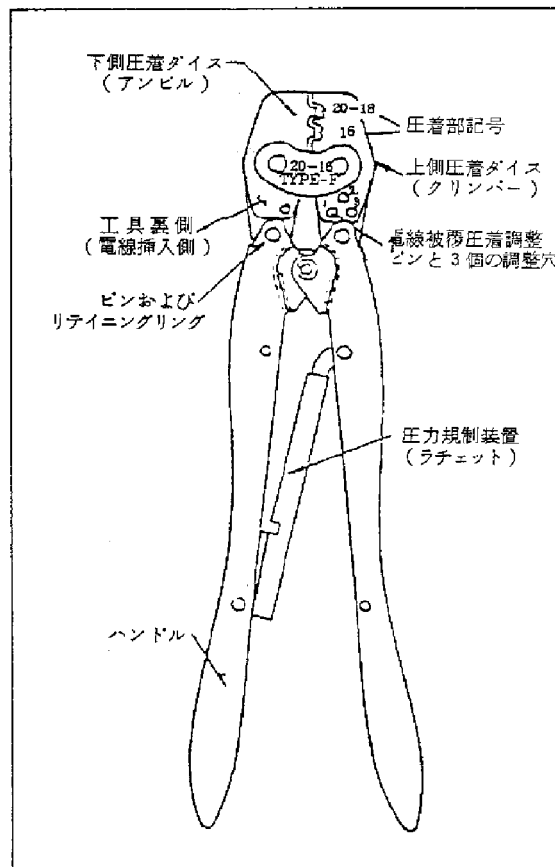

Fig. 1
- この工具 (Fig. 1 参照) は、Fig. 2 に示す各種端子を熱線に圧着するのに使用されます。
- 工具には、Fig. 1 に示す様に圧着部が 2 箇所あり、20-18 16 の記号で指示されておりますが、これは使用端子に対する圧着箇所を示しております (Fig. 2 参照)。圧着箇所が違ふ場合は工具が損傷したり、圧着性能が低下しますのでご注意ください。